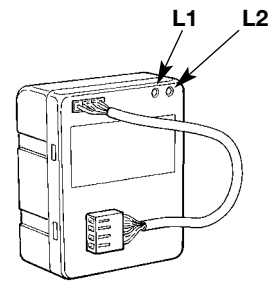

Fig. 1
- Controleer of het ledlampje "L2" (Afb.1) brandt, dat daarmee aangeeft dat de batterij de installatie van stroom voorziet. Controleer of de verschillende ledlampjes op de besturingskast aangeven dat deze correct functioneert.
- Sluit de automatisering op het elektriciteitsnet aan en controleer of het ledlampje "L1" (Afb.1) brandt om aan te geven dat de batterij correct bezig is zich op te laden.
- Koppel de automatisering van het elektriciteitsnet los; verifieer dat het ledlampje "L2" (Afb.1) brandt, en voer dan tenminste één openings-en sluitingsmanoeuvre van de automatisering uit om te controleren of alles ook bij werking op de batterij perfect functioneert.